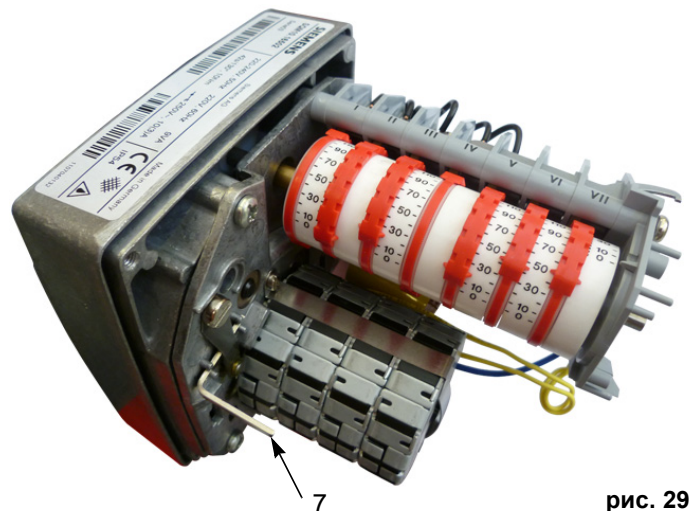
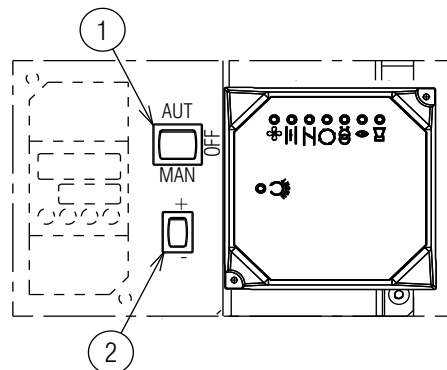
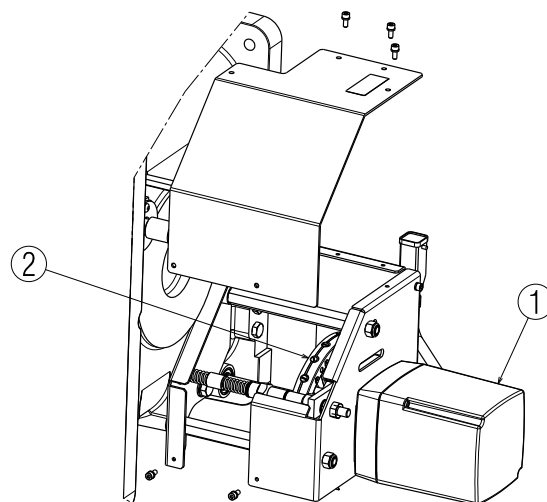

рис. 29
рис. 30
рис. 33
Выключите термостаты/реле давления и проверьте, загорается ли световой сигнал 2) (рис. 6 на стр. 14). Установите переключатель 1) (рис. 30) в положение "MAN". Пуск двигателя вентилятора. Поскольку горелка не оснащена устройством для проверки последовательности фаз, возможно, двигатель вращается неправильно. Как только горелка запустится, подойдите к вентилятору охлаждения двигателя и проверьте, вращается ли он против часовой стрелки или в направлении стрелки, показанной на схеме (описание горелки). Если это не так:
- установите переключатель 1) на рис. 30 в положение "ВЫКЛ." и дождитесь, пока блок управления выполнит фазу выключения;
Синхронизация подачи воздуха и топлива осуществляется с помощью серводвигателя 1) (рис. 30), который, соединенный с кулачком 2) с изменяемым профилем, воздействует на заслонки подачи воздуха и, при помощи соответствующего рычага, на голову сгорания и дроссельную заслонку подачи газа.
Минимальная мощность должна быть выбрана в пределах рабочего диапазона, показанного на рис. 3 на стр. 11. Нажмите кнопку 2) (рис. 30 на стр. 28) “Уменьшение мощности” и удерживайте ее нажатой до тех пор, пока серводвигатель не выйдет на заводское положение (рис. 33, Б): см. вкладку. L на стр. 27 и, как следствие, регулировка воздушной заслонки 5) и газового дроссельного клапана 4) (рис. 32 на стр. 29).
Регулирование подачи воздуха осуществляется с помощью угла наклона кулачка III) серводвигателя (рис. 29 на стр. 27) и с помощью переключателя 2) (рис. 30 на стр. 28). Чтобы отрегулировать положение кулачка серводвигателя, смотрите рис. 33, А).
Чтобы отрегулировать кулачок III, смотрите рис. 33 А) и Б).
После регулировки максимальной и минимальной мощности горелки выполните регулировку подачи воздуха в промежуточных положениях серводвигателя. Переход из одной позиции в следующую осуществляется нажатием кнопки 2) на символе (+) или (-) (рис. 30 на стр. 28). На короткое время нажмите кнопку 2) (рис. 30 на стр. 28) “Увеличить мощность”, чтобы серводвигатель повернулся примерно на 20°, см. индекс градуировки серводвигателя (рис. 33, Б) и индекс градуировки воздушной заслонки (рис. 5) (рис. 32 на стр. 29). Закрутите или отвинтите винт 2) механического кулачка (рис. 32 на стр. 29), чтобы увеличить или уменьшить подачу газа и настроить его на соответствующую подачу воздуха для достижения оптимального горения. Проведите то же самое с другими винтами.
Выключите горелку с помощью переключателя 1) (рис. 30), установите его в положение ВЫКЛ., отпустите механический кулачок I) (рис. 32), чтобы разъединить шестерни серводвигателя, нажав и сдвинув вниз кнопку 3) (рис. 33 D), и проверьте несколько раз, повернув механический кулачок I) (рис. 32) перемещайте вручную вперед и назад, чтобы перемещение было плавным и без каких-либо помех.
Рекомендуется снова подключить механический кулачок I) (рис. 32 на стр. 29) к сервомотору, переместив кнопку 3) (рис. 33 B) вверх.